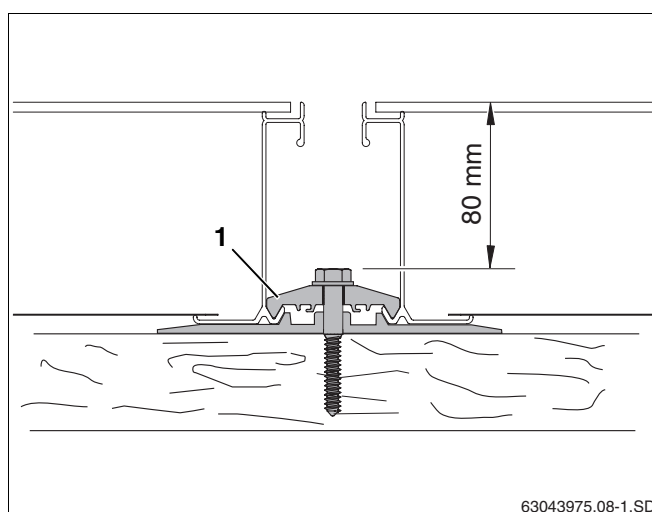

Fig. 29 Visser le serre-flanc bilatéral
- Serrer la vis du serre-flanc bilatéral (fig. 29, **pos. 1**). Une rallonge de mini. 80 mm est nécessaire.